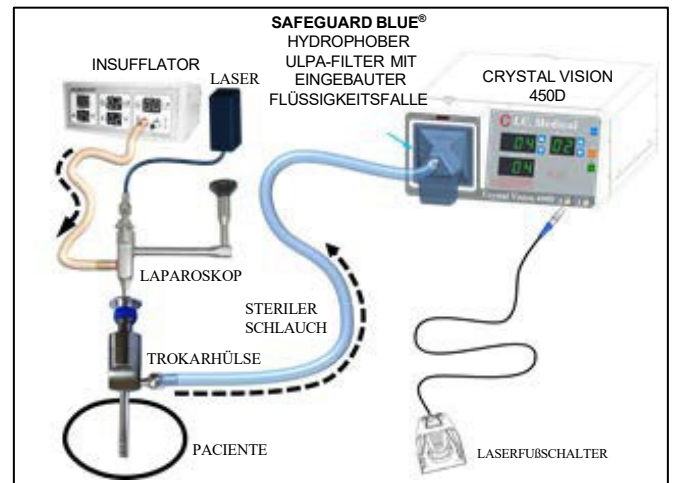

Abbildung 20: Einrichtung für Laparoskopie bei Verwendung vom CO₂ Laser und von dem Crystal Vision-Gerät
2. Installieren und verbinden Sie den intraabdominalen Schlauch an einem Ende mit Crystal Vision und am anderen Ende mit der KANÜLE (TROKAR). Siehe Abbildung 20.